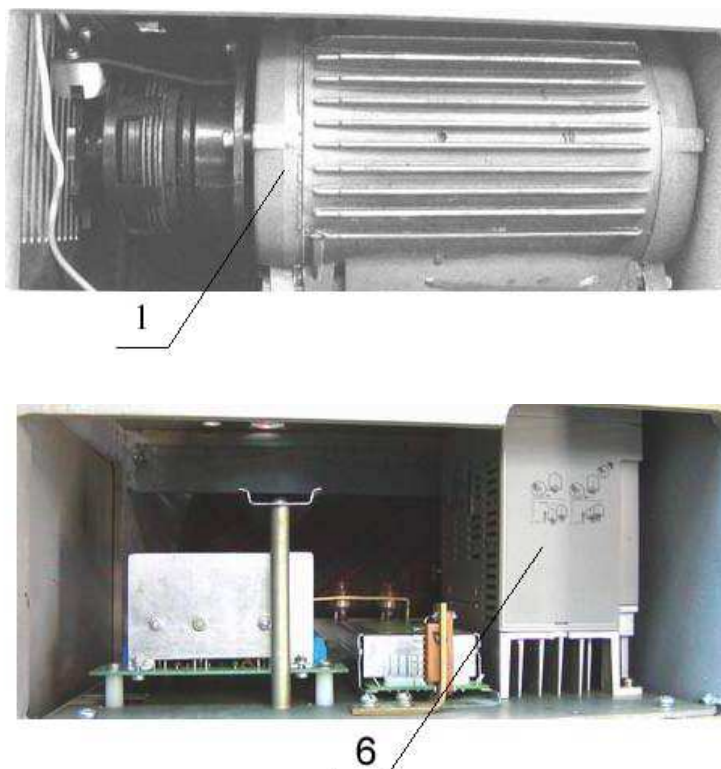

Рис. 1
3.1. Станок состоит из следующих составных частей (см. рис.1, 2, 3):
Конструктивно станок включает в себя следующие узлы (см. рис.1, 2):